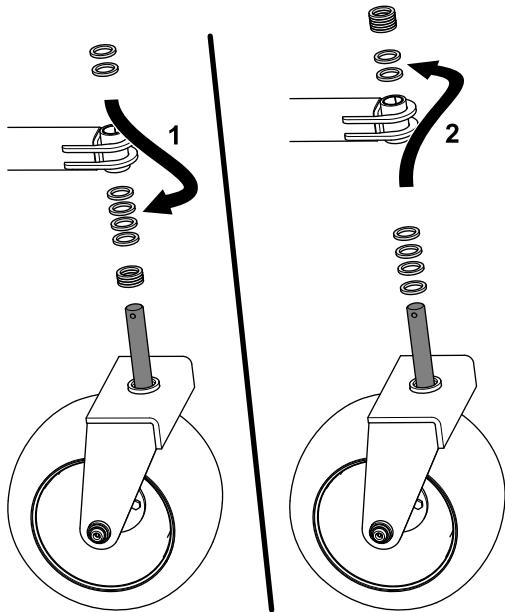

Figure 6
5. Déposez les entretoises et la roue pivotante (Figure 6).
6. Pour éléver le rouleau, placez des entretoises sur la roue pivotante. Pour baisser le rouleau, enlevez des entretoises de la roue pivotante (Figure 6).
7. Montez la roue pivotante sur le bras de roue pivotante et placez les entretoises restantes dessus (Figure 6).